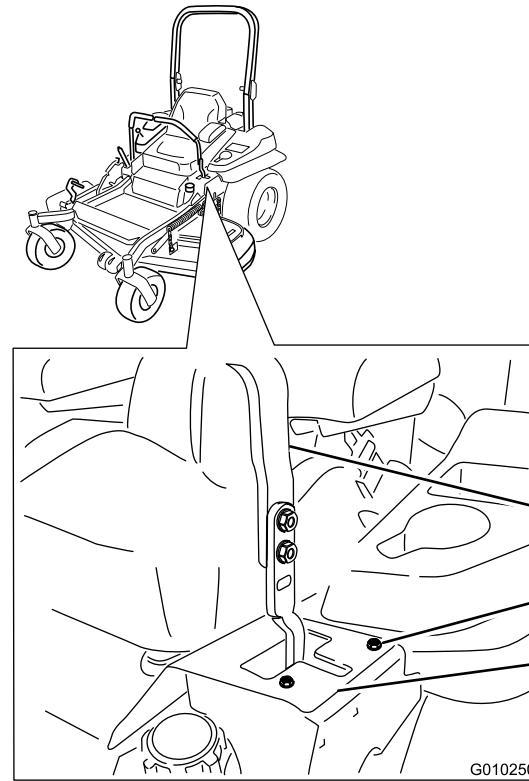

Figura 60
6. Si se desvía hacia la derecha, afloje los pernos y ajuste la chapa del tope izquierdo hacia atrás en la ranura en T de la izquierda hasta que la máquina avance en línea recta (Figura 60).
en T de la izquierda hasta que la máquina avance en línea recta (Figura 60).
7. Si se desvía hacia la izquierda, afloje los pernos y ajuste la chapa del tope derecho hacia atrás en la ranura en T de la derecha hasta que la máquina avance en línea recta (Figura 60).
8. Apriete la chapa del tope (Figura 60).